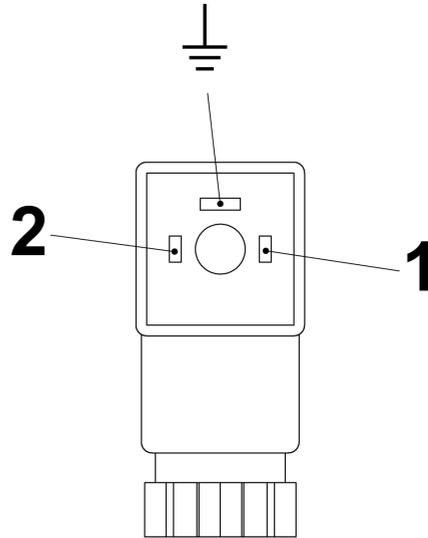

Abb. 24: Verschraubung lösen
4. → Verschraubung (Abb. 24/01) durch Drehen nach links lösen
8. → Verschraubung (Abb. 24/01) durch Drehen nach rechts wieder anziehen